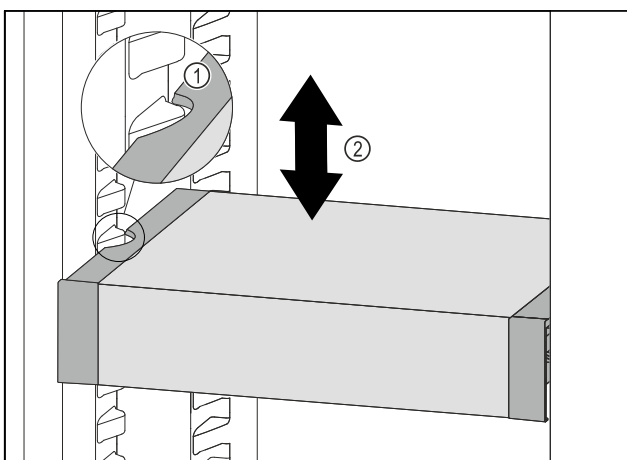

Fig. 120
- ▶ Потягнути VarioSafe вперед, поки бокові заглиблення VarioSafe не опиняться на рівні ребра для резервуара в охолоджувальному відділенні. Fig. 120 (1)
- ▶ Пересувайте VarioSafe вгору або вниз в охолоджувальному відділенні до тих пір, поки не досягнете бажаної висоти. Fig. 120 (2)